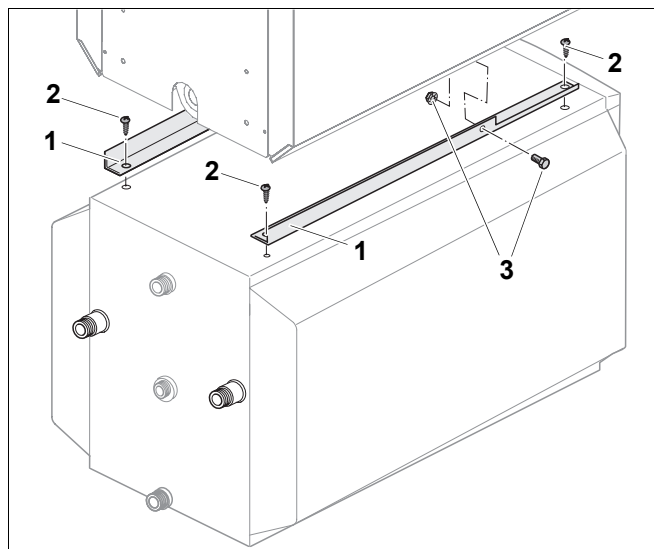

Рис. 3 Монтаж на крепежных уголках
- Прикрепить уголки (рис. 3, **поз. 1**) справа и слева винтами (рис. 3, **поз. 2**) к баку-водонагревателю так, чтобы вырез на уголке располагался спереди (рис. 3).
- Вставить болт M8 x 25 (рис. 3, **поз. 3**) через боковое отверстие в уголке и продольное отверстие в опоре котла. На внутренней стороне прикрутить по одной зубчатой гайке.